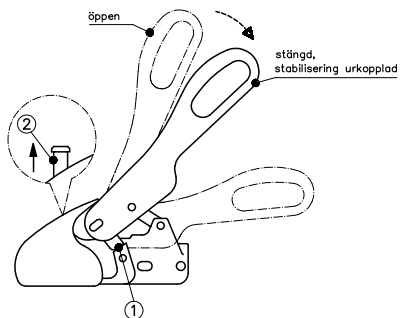

Bild 4 : Påkoppling
Använd handtagen på släpvagnen för rangering och inte WS 3000/3500's manöverspak. Den öppna kulkopplingen läggs på dragfordonets dragkula (bild 4). Genom kultrycket och en eventuell extra belastning av dragstängens, låses kulkopplingen automatiskt och säkringsskenorna (1) på sidorna står parallellt med kopplingshusets säkringsytor (bild 4). Om dragkulan är i kopplingshuset syns kontrollindikeringens (2) gröna stift (bild 4).
Vid längre driftuppehåll bör släpvagnen parkeras med låst kulkoppling. Lyft för detta det öppna manöverhandtaget (bild 4) och dra samtidigt kulskålen (rörlig del – bild 8) framåt eller tryck in **SAFETY BALL** i kulskålen och stäng manöverspaken långsamt.